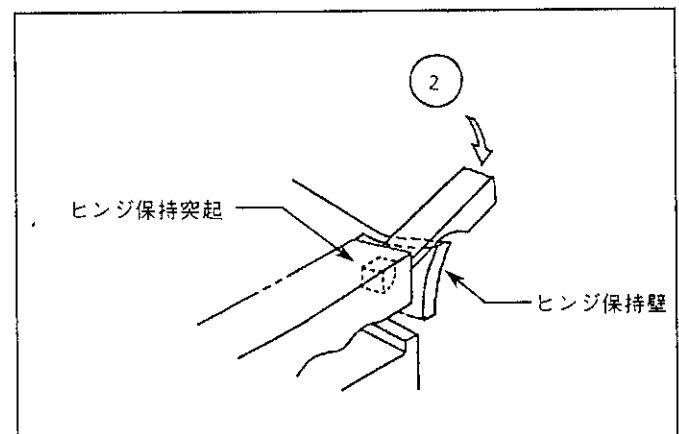

Fig. 3
- (2) 突起が、壁から外れるように、壁をたわませながら工具を②の方向へこじりヒンジ保持を解除する。(Fig. 3 参照)